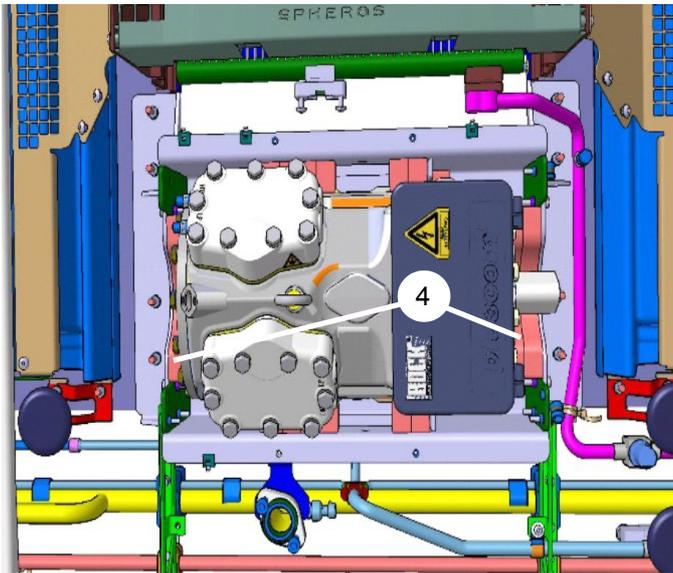

Abb. 811
- Schaumstoffe (4, Abb. 811) an beiden Längsseiten in die Verdichterwanne einlegen und mit Verdichter Druckplatten fixieren.